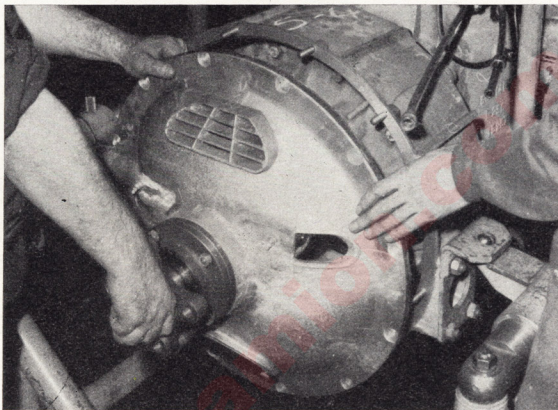

Fig. 16.—Montaje del conjunto cárter de embrague
6. Montar el cárter de embrague con sus mandos internos (ver fig. 16), después de montarlos, en caso de haber sido desmontados para su inspección.